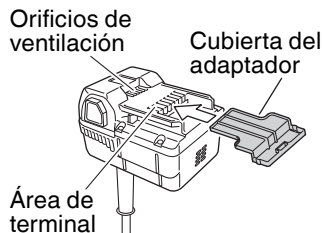

Fig. 16
- Instale la cubierta en el adaptador cuando almacene la unidad para evitar que se produzcan cortocircuitos (Fig. 16)